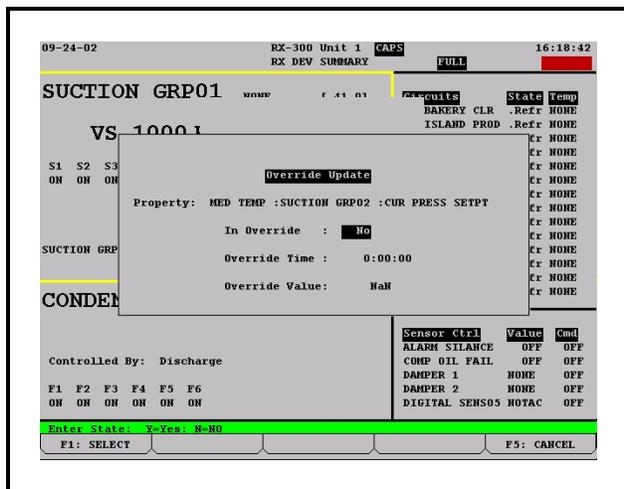

Figure 10-13 - Pantalla de Actualización de Desactivación (Se muestra la versión RX)
2. Aparece la pantalla de Actualización de Desactivación (Override Update) (ver **Figure 10-13**). Pre-